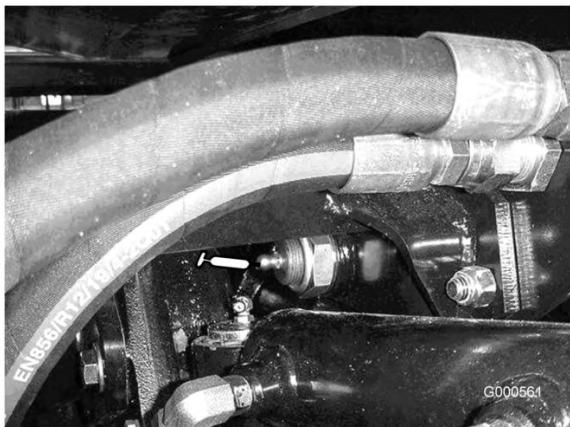

図 25
- ・ 後アクスル・ピボットのブッシュ（2ヶ所）（図 25）